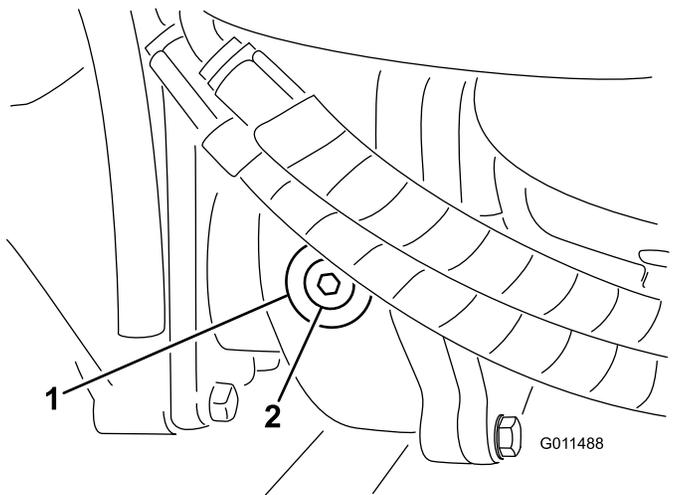

Figura 74
2. Retire o tampão de verificação/enchimento que se encontra na zona esquerda da caixa de engrenagens e certifique-se de que existe lubrificante até ao fundo do orifício (Figura 74).